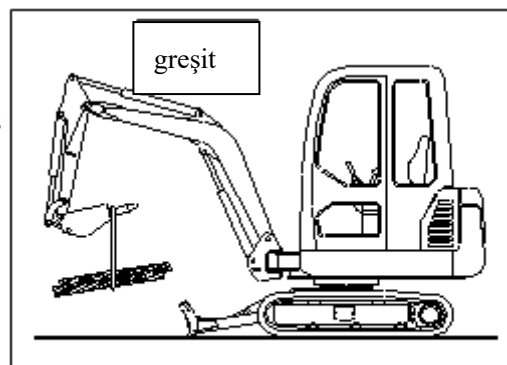

FIG.4.7.3
- 8) Nu ridicați obiecte cu ajutorul ciocanului hidraulic; în caz contrar, se va produce răsturnarea utilajului și (sau) defectarea ciocanului. (conform FIG. 4.7.3)